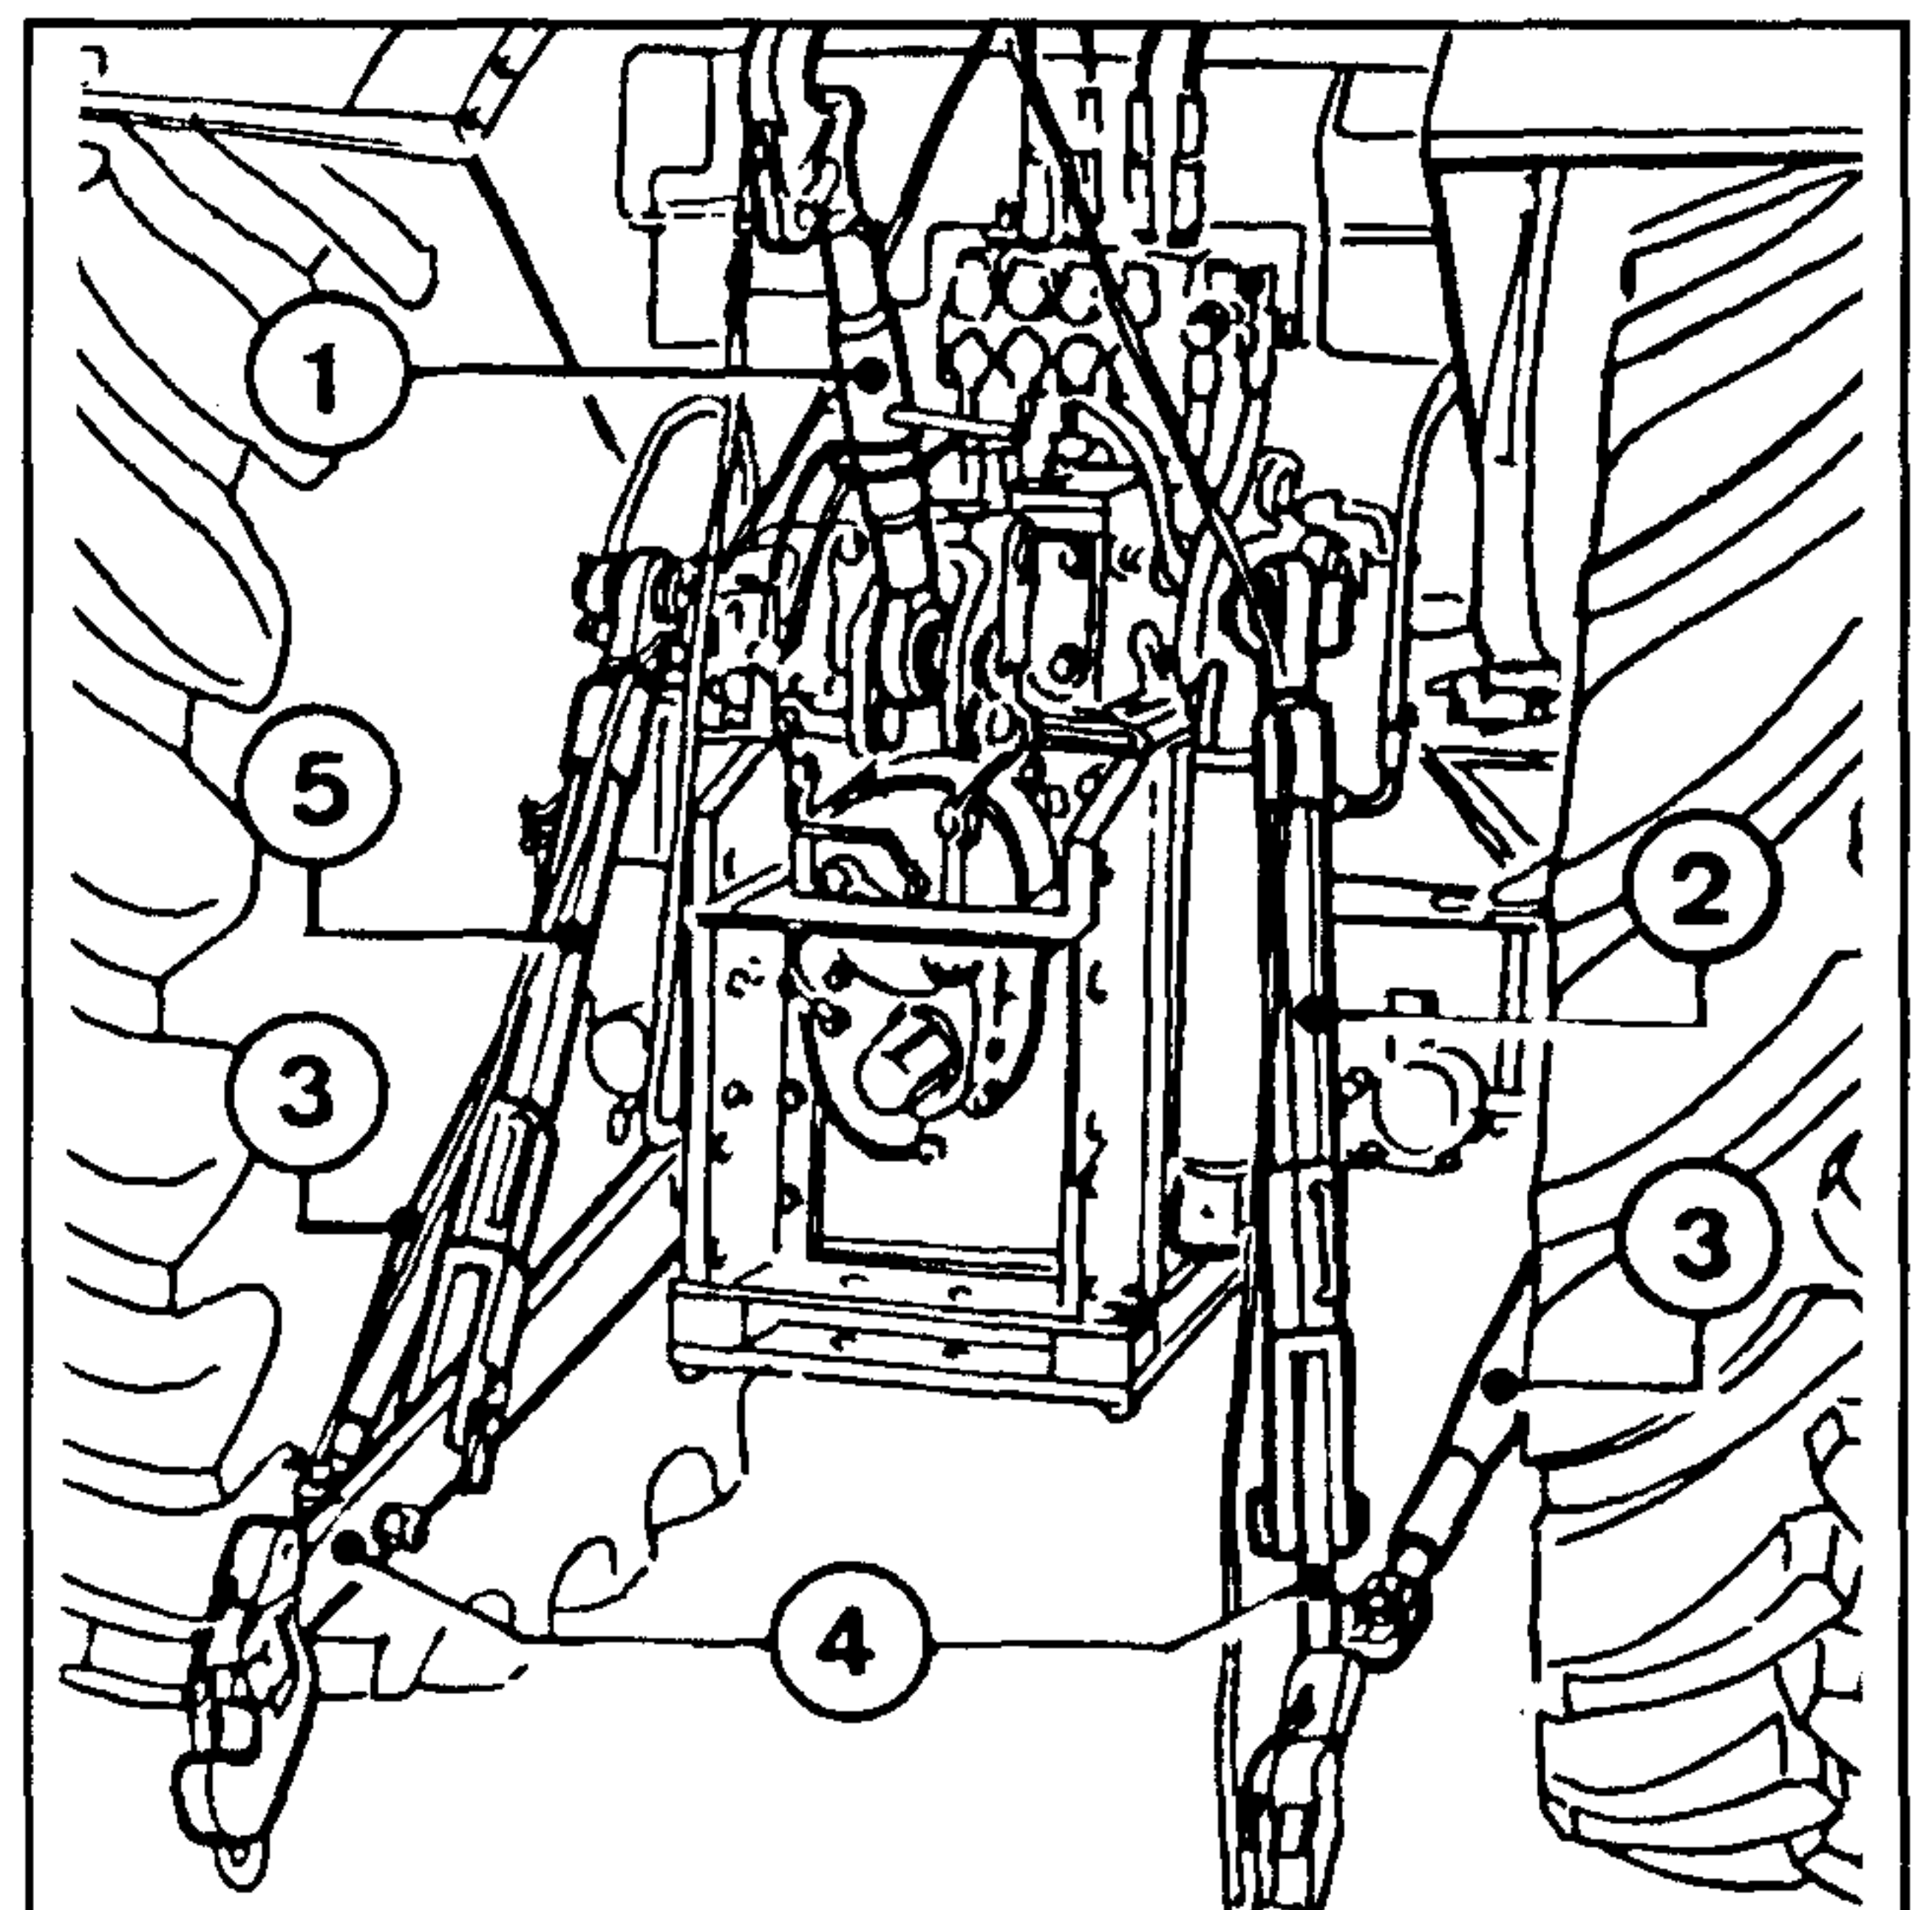
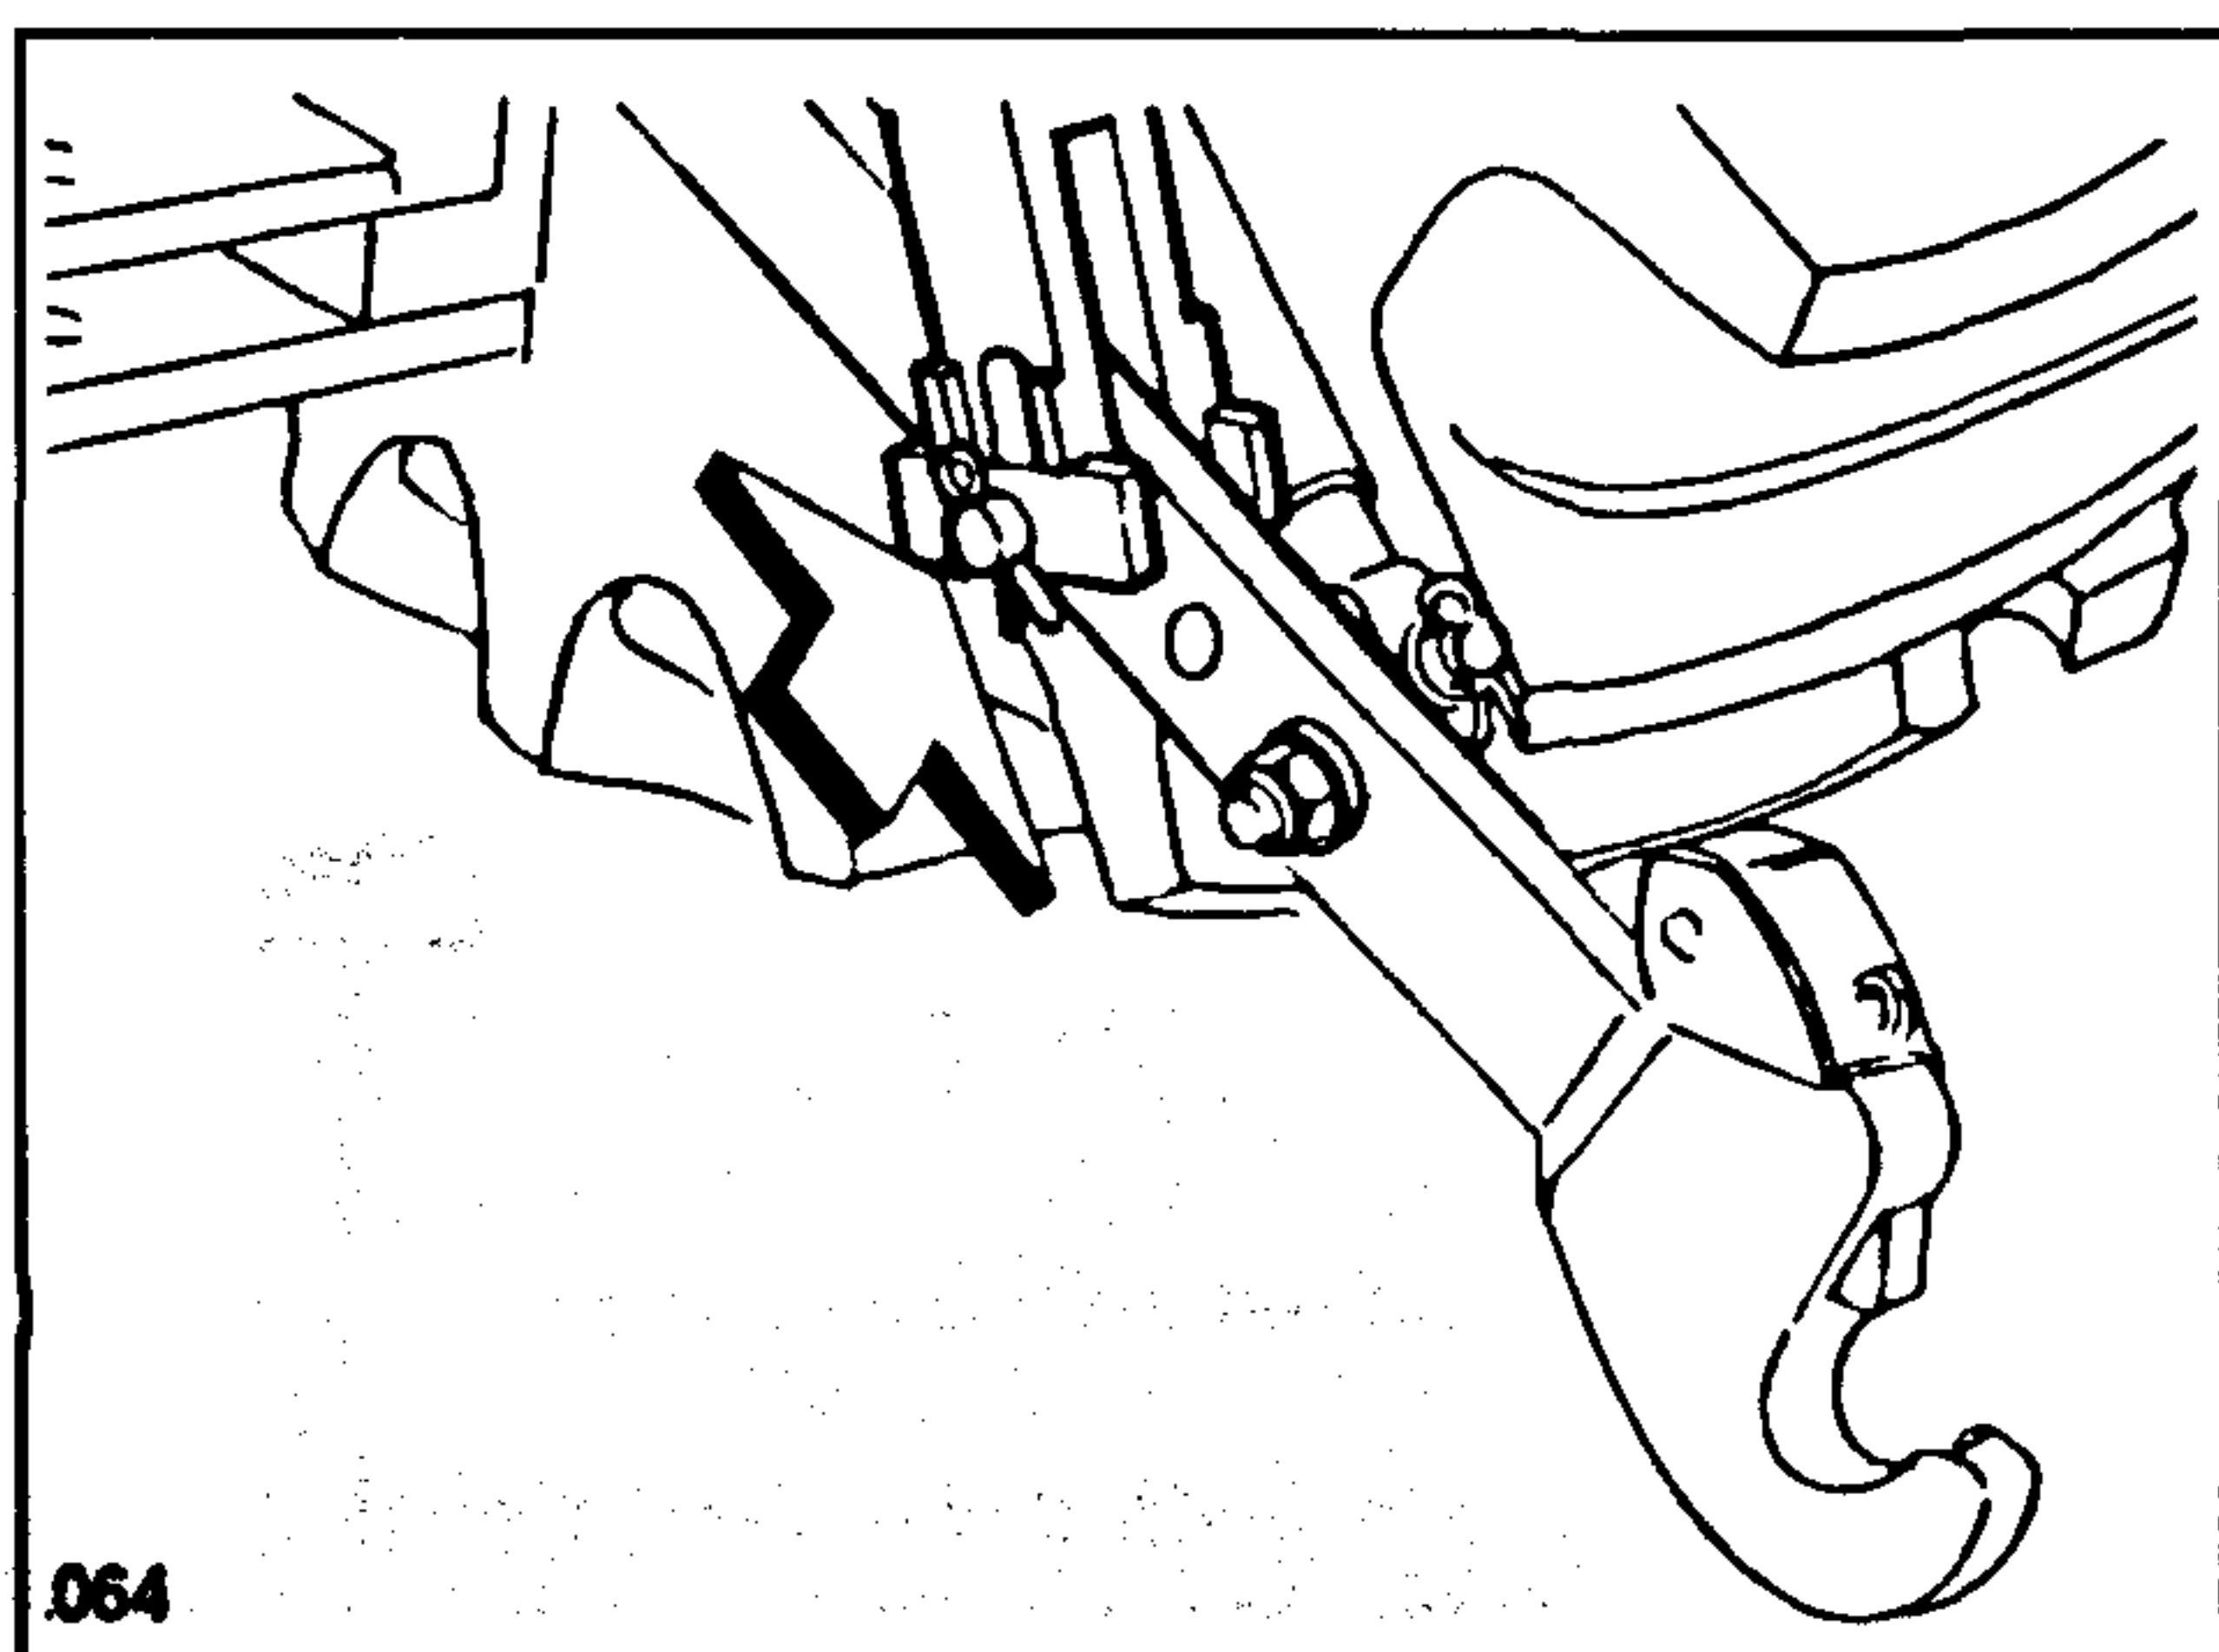
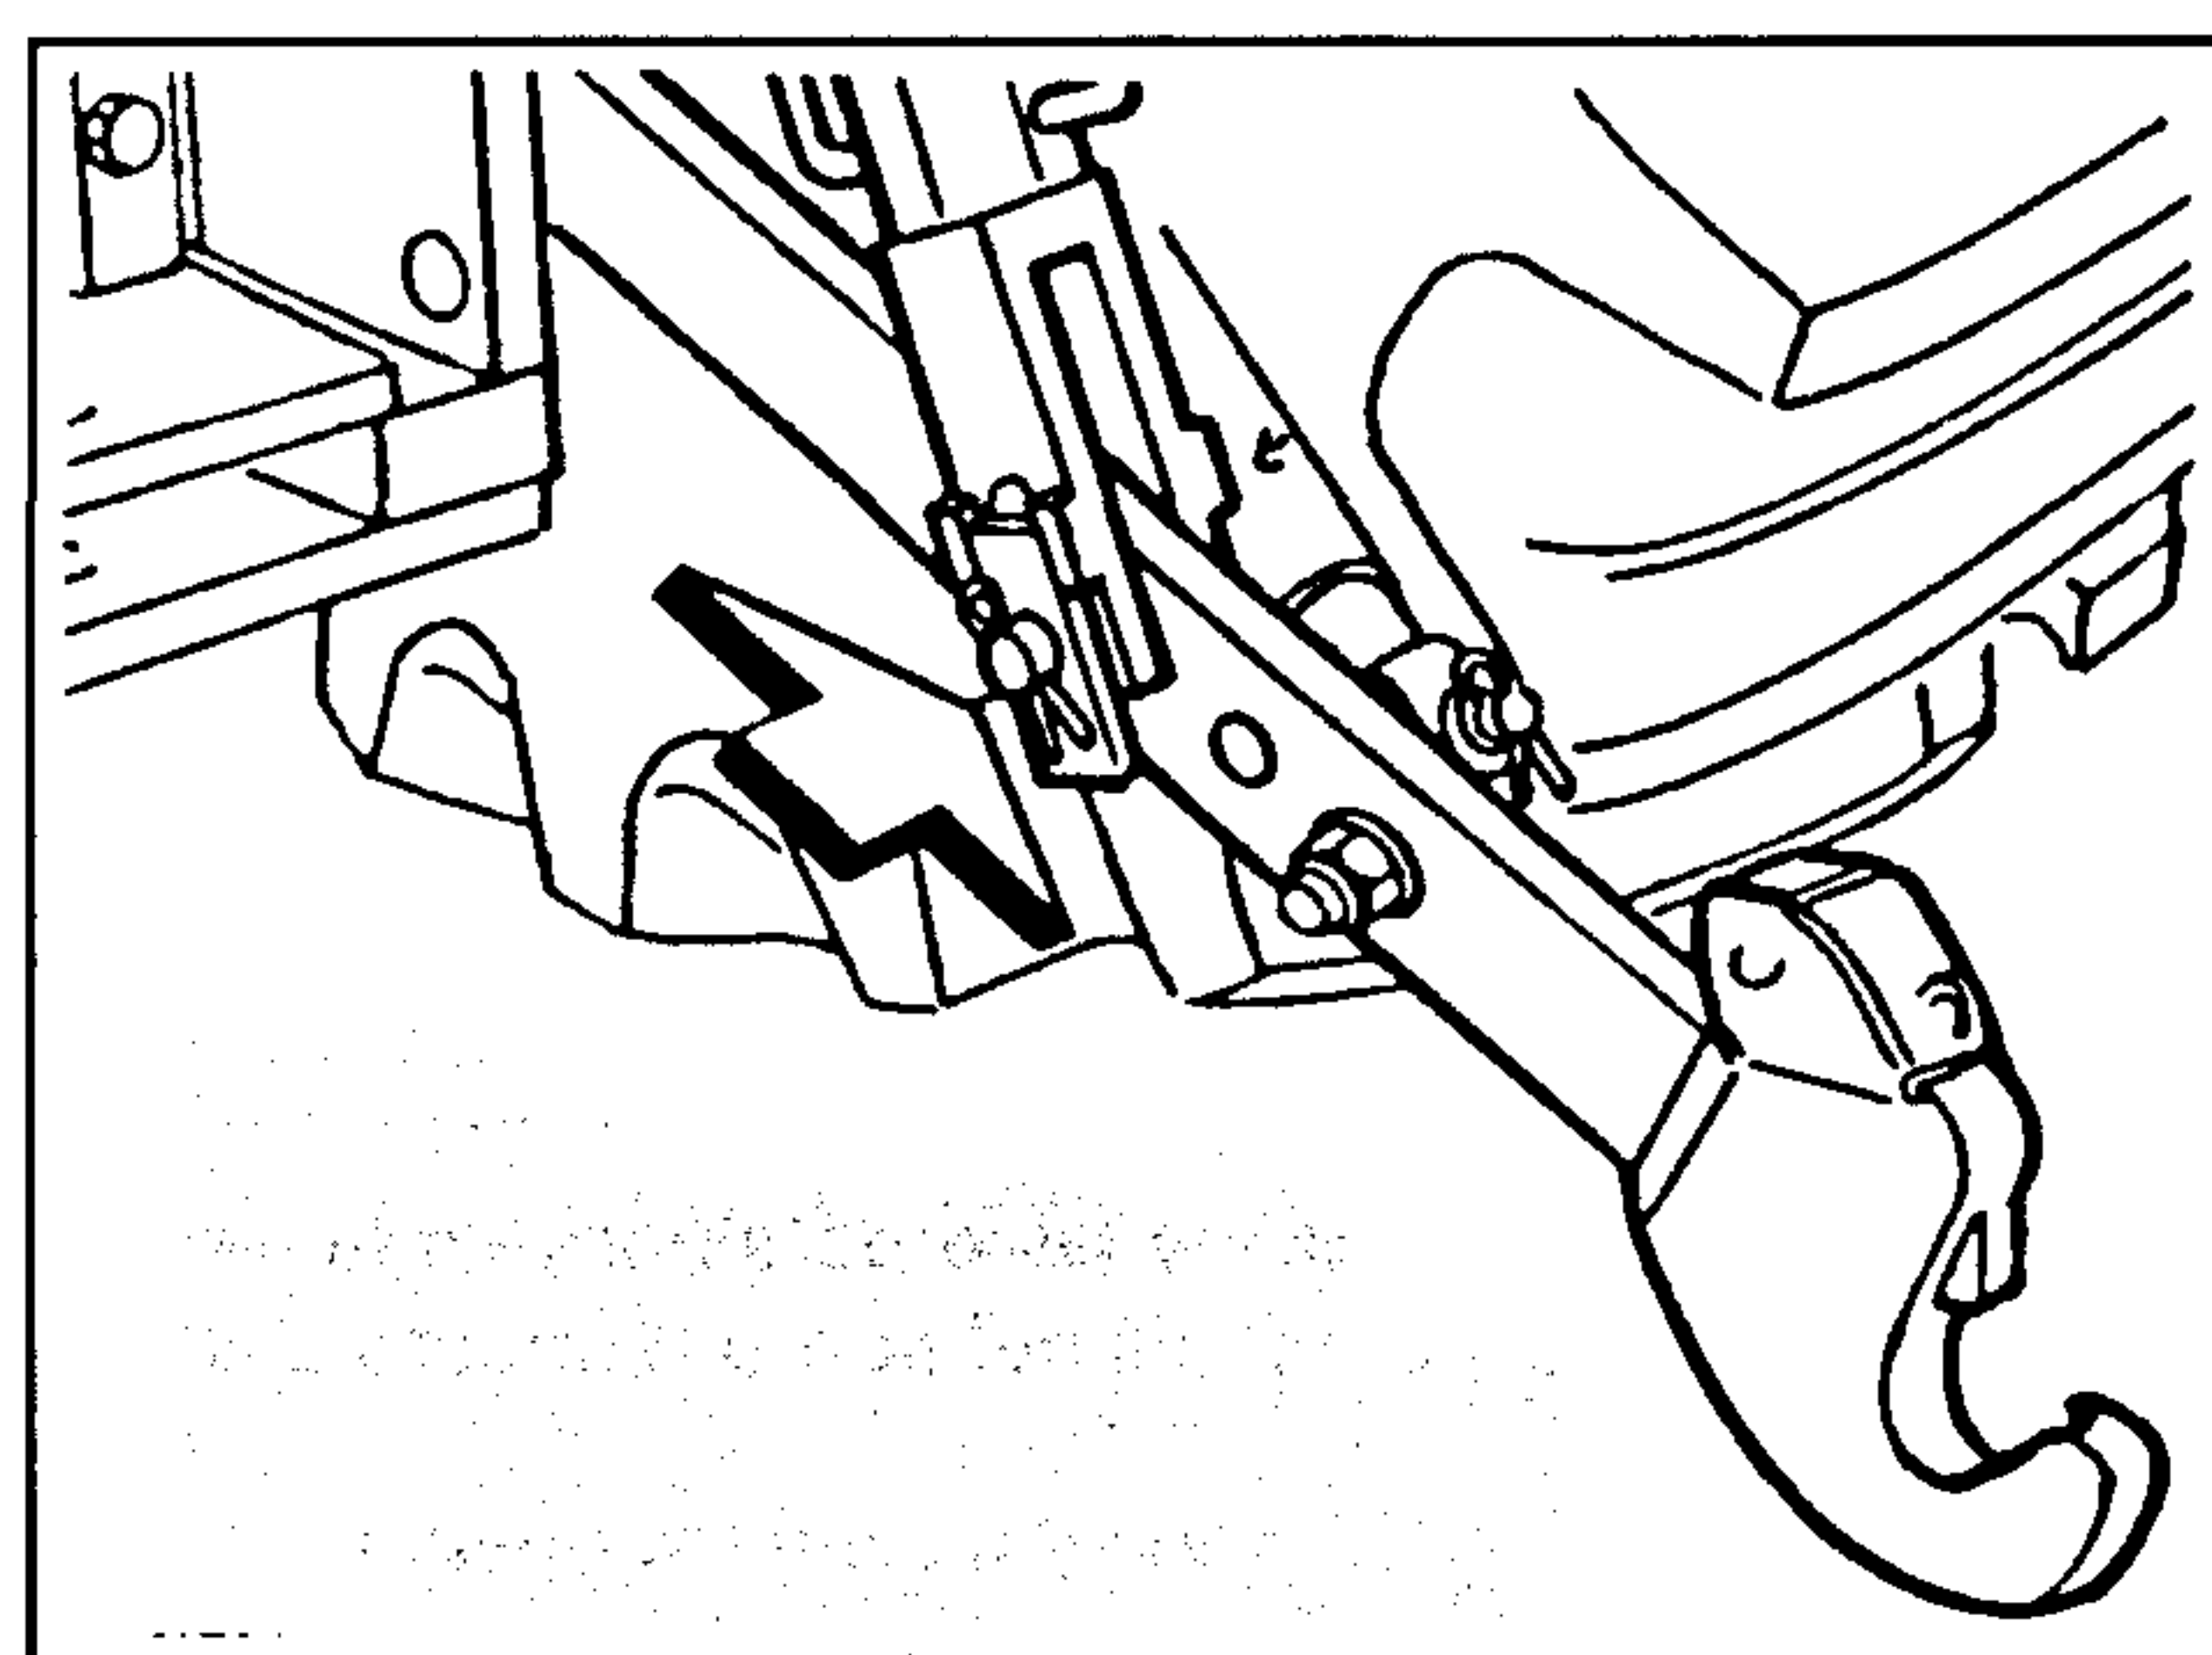

Fig. 4-65
Fig. 4-68
Fig. 4-69
El dispositivo articulado con suspensión de tres puntos está compuesto por los siguientes órganos (Fig. 4-65):
La barra superior regulable (1 - Fig.4-65) está conectada en el soporte con dos orificios. La elección estará dada por la altura del apero.
El tirante regulable derecho (2 - Fig. 4-65) puede ser regulado en longitud con la relativa manivela (2). Esta regulación es muy útil porque sirve para nivelar el apero en base al tipo de trabajo a efectuar.
Los tirantes verticales derecho e izquierdo (2 y 5 - Fig. 4-65), mediante los relativos collares de regulación, permiten variar la inclinación transversal de los aperos. Los tirantes verticales permiten otras 2 regulaciones girando de 90° el perno con el bloque: una con perno fijo (Fig. 4-68), una con perno móvil (Fig. 4-69). Esta última regulación debe efectuarse para aperos muy anchos (motocultores, gradas, etc) que necesitan una cierta libertad de movimiento transversal.
Los tirantes inferiores (4 - Fig.4-65) tienen la función de transmitir al apero el esfuerzo útil de tracción y de sostén.
Los estabilizadores laterales (3 - Fig. 4-65) tienen la función de limitar la sacudida lateral de los tirantes inferiores del enganche tripuntal.
Para la regulación girar los estabilizadores (3 - Fig. 4-65):